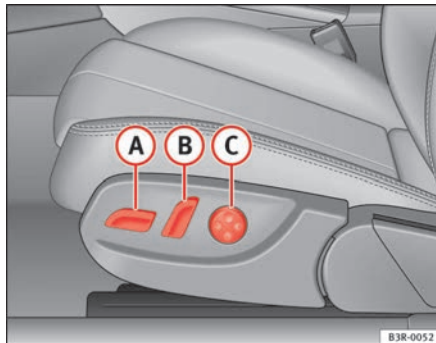
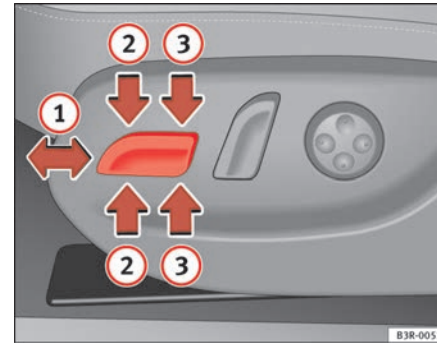

Abb. 105 Vordersitz:
Abb. 106 Vordersitz:
- Drücken Sie den Schalter **A** ⇒ Abb. 105 nach vorn bzw. nach hinten **1** ⇒ Abb. 106 ⇒ **!**.